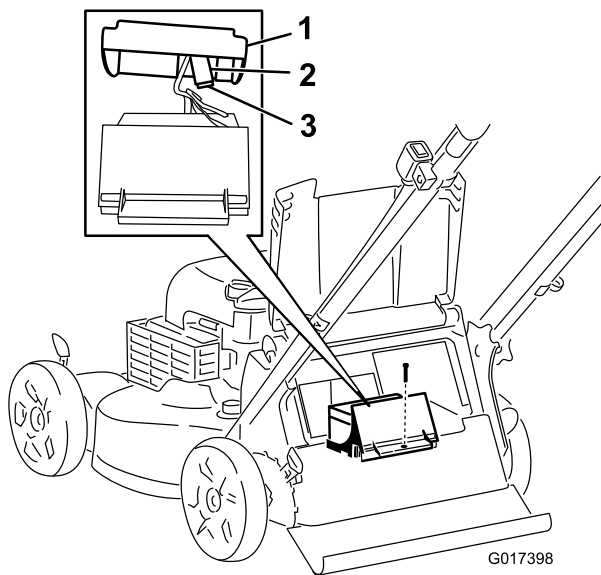

Figure 26
3. Enlevez la vis de fixation du logement de la batterie, sortez la batterie et localisez le fusible (Figure 26).
4. Remplacez le fusible dans le porte-fusible (Figure 26).